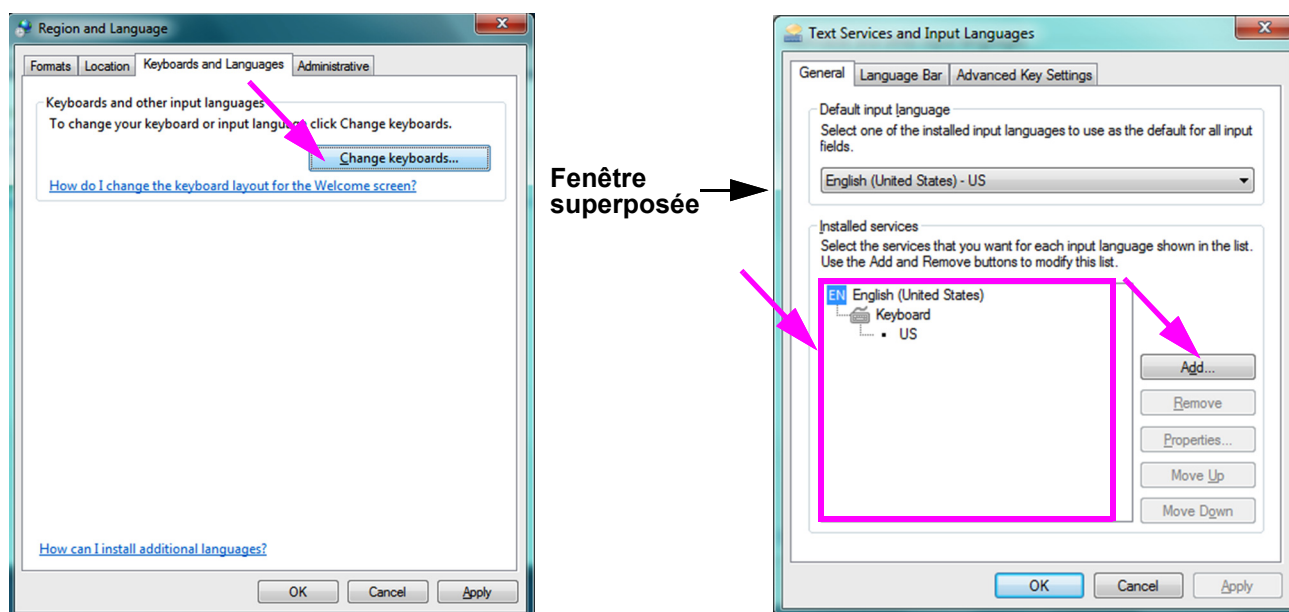

Figure C-8. Écrans Region and Language (Région et langue) et Text Services and Input Languages (Services de texte et de langues)
2. Lorsque l'onglet Keyboards and Languages (Claviers et langues) apparaît, cliquez sur le bouton **Change Keyboards... (Changer de clavier...)** (cf. Figure C-8). Une fenêtre superposée apparaît, énumérant les Installed Services (Services installés) (à savoir, les claviers de langue disponibles).
Si la langue souhaitée n'existe pas dans la boîte Installed Services (Services installés), cliquez sur le bouton **Add (Ajouter)** (cf. Figure C-8).